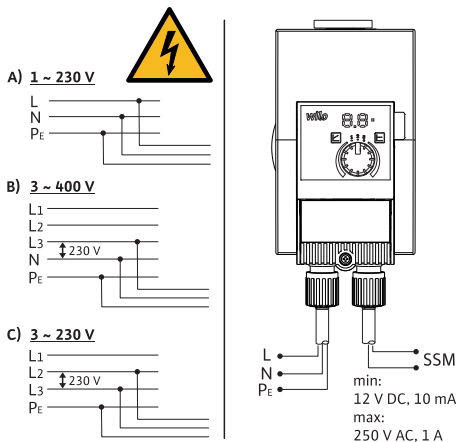

Fig. 3: Ühendusvõimalused
- Ühendage 230 V madalpingevõrkudega. Ühendamisel IT-võrkudega (Isolé Terre juhistikusüsteem) veenduge kindlasti, et faasidevaheline pinge (L1-L2, L2-L3, L3-L1 → Fig. 3) ei ületaks 230 V. Vea korral (maauhendus) ei tohi faasi ja PE vaheline pinge ületada 230 V.